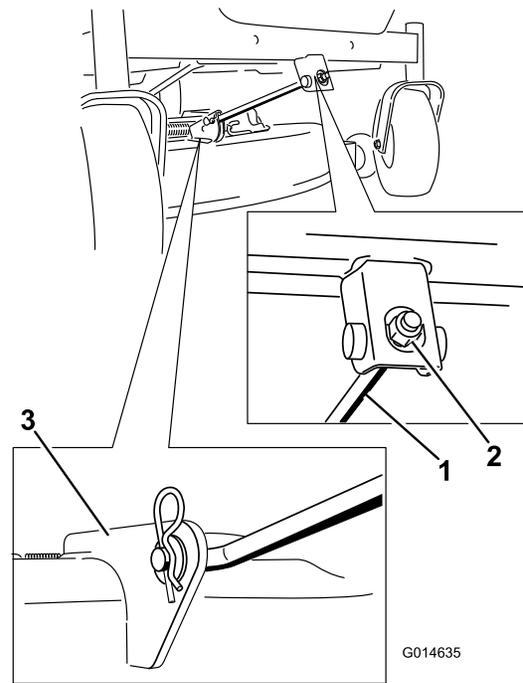

Figure 56
4. Retirez la goupille fendue de la tige de support avant et déposez la tige du support de tablier (**Figure 56**).
- Fixez la tige de support avant au tablier de coupe à l'aide de l'axe de chape et de la goupille fendue (Figure 56).